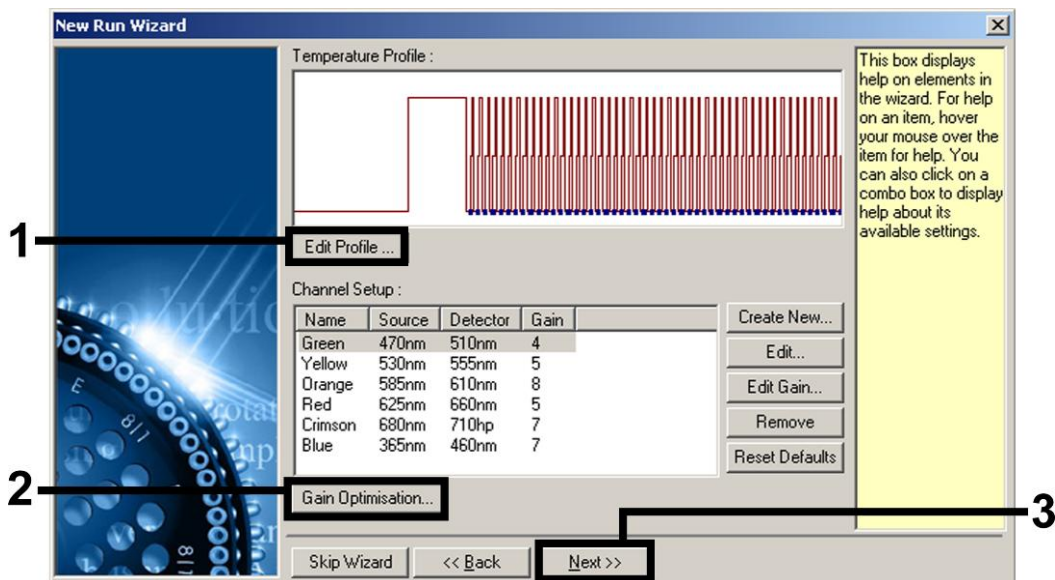

Figura 3. Edición del perfil. Se muestra a modo de ejemplo una captura de pantalla para el *artus* HI Virus-1 QS-RGQ Kit.
- Haga clic en el botón "Edit Profile" (Editar perfil) en el siguiente cuadro de diálogo "New Run Wizard" (Asistente para series nuevas) (figura 3). Programe el perfil de temperatura apropiado para el *artus* QS-RGQ Kit pertinente tal como se muestra en la tabla 1, utilizando como guía las capturas de pantalla de ejemplo mostradas en las figuras 3 a 6 (se muestran a modo de ejemplo capturas de pantalla para el *artus* HI Virus-1 QS-RGQ Kit).
6. El rango de detección de los canales de fluorescencia debe determinarse según las intensidades de fluorescencia de los tubos de PCR. Haga clic en "Gain Optimisation" (Optimización de ganancia) en el cuadro de diálogo "New Run Wizard" (consulte la figura 3) para abrir el cuadro de diálogo "Auto-Gain Optimisation Setup" (Configuración de la optimización de ganancia automática). Ajuste la temperatura de calibración para que coincida con la temperatura de hibridación del programa de amplificación y ajuste las sensibilidades de los canales de fluorescencia (tabla 2 y captura de pantalla de ejemplo en la figura 7).